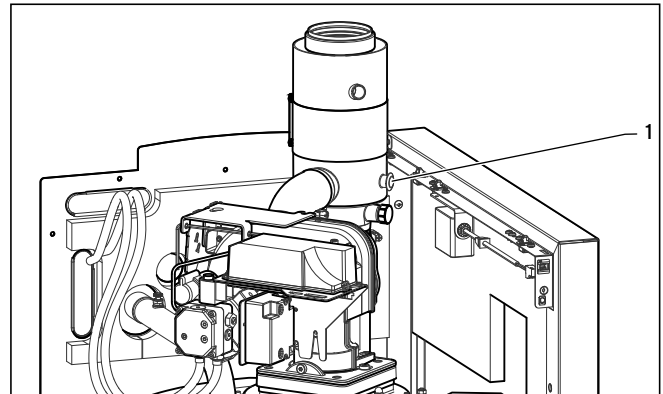

Abb. 5.1 Entgasungsleitung an icoVIT installieren
- Entfernen Sie den Stopfen (1) (siehe Abb. 5.1) aus der oberen Öffnung des Luftansaugstutzens.